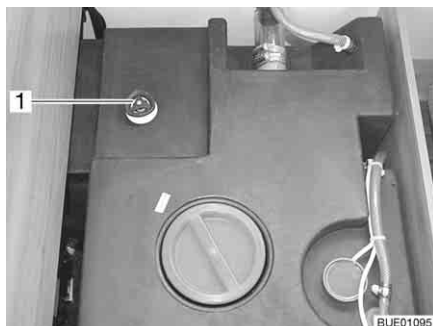

Fig. 130 Serbatoio dell'acqua con maniglia girevole
- Sul serbatoio dell'acqua, ruotare la maniglia girevole (Fig. 130,1) in senso orario fino all'arresto.
- Sul serbatoio dell'acqua, ruotare la maniglia girevole (Fig. 130,1) in senso antiorario fino all'arresto. L'acqua fuoriesce fino a 60 litri.